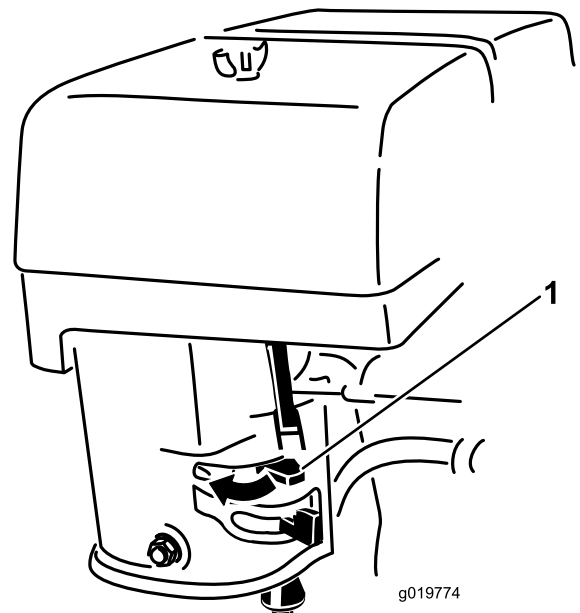

Figura 13
3. Mueva la palanca del estarter a la izquierda si el motor está frío (Figura 13).